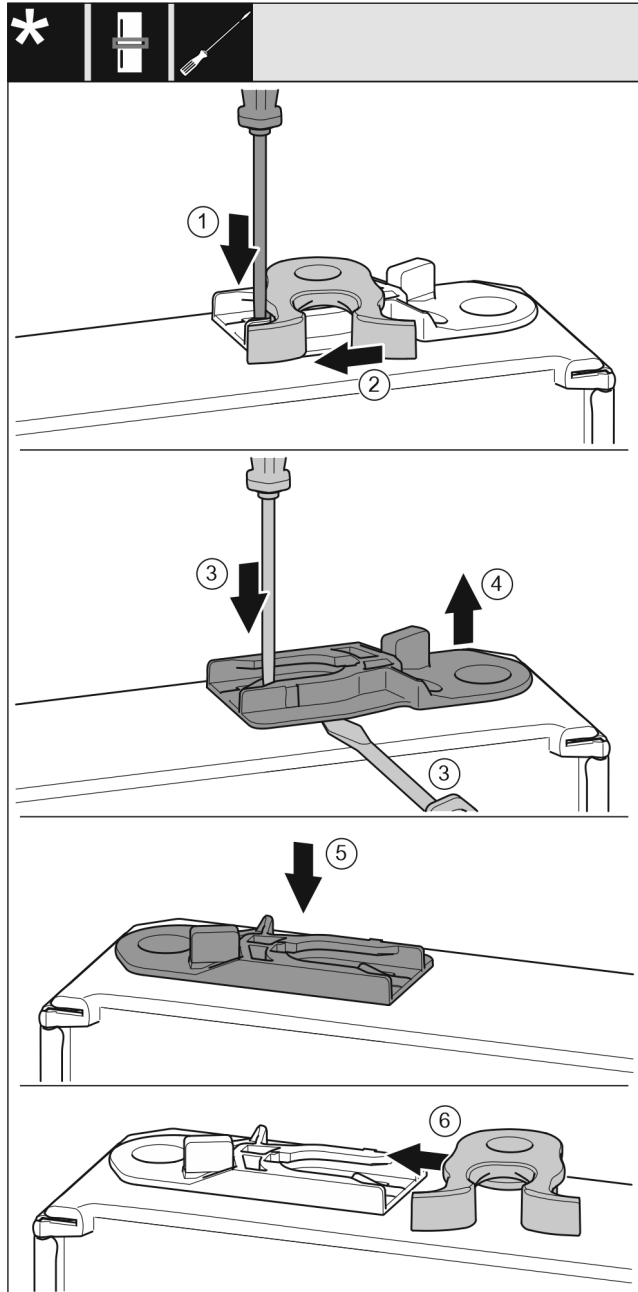

Fig. 19
- Tryck ner skenan Fig. 19 (1) med spårskruvmejsel.
- Dra stängningskroken Fig. 19 (2) ur styrningen.
- Dra ut styrhylsan Fig. 19 (3, 4): Tryck ner skenan med en spårskruvmejsel och flytta samtidigt spårskruvmejseln under styrhylsan.
- För in den bifogade styrhylsan Fig. 19 (5) på kapslingens andra sida.
- För in stängningskroken Fig. 19 (6) i styrningen.